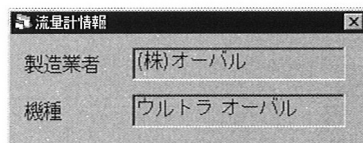

図19
- ③ メッセージボックスを消す場合は右上の **✕** をクリックします。
- ① 画面上部メニューの「表示(V)」をクリックし、「流量計情報(T)」を選び、再度クリックします。
- ② 図19のようなメッセージボックスが現れ、流量計の情報が表示されます。